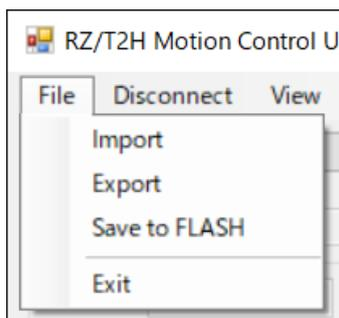

図 4-3 「File」メニュー
- (9) 「File」メニュー(図 4-3)から「Import」を選択して、解凍したモータパラメータ(./default.mtr)をインポートします。
- (10) 「File」メニュー(図 4-3)から「Save to FLASH」を選択して、インポートしたモータパラメータをシリアルフラッシュメモリに保存します。
- (20) 「File」 メニュー(図 4-3)から「Exit」 を選択、または「閉じる」 ボタンを押下して、RZ/T2H Motion Control Utility を終了します。